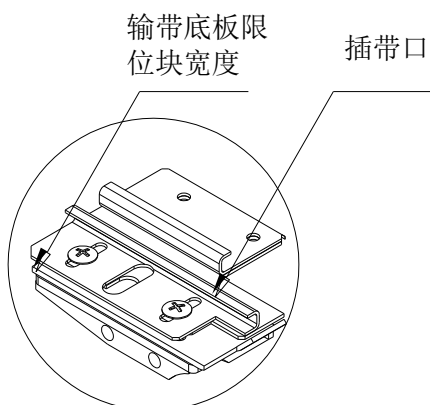
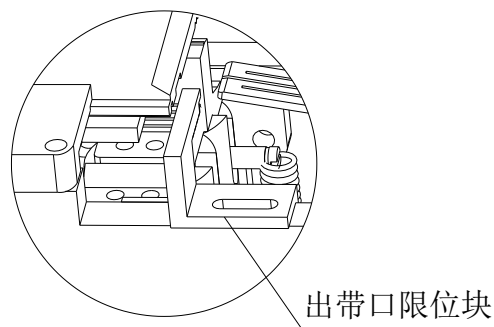

图 3-7
图 3-8
- ③. 宽度调整：本机器经特殊设计，5--15mm 打包带，不需要更换任何配件都能通用，只需调整插带口，出带口限位块如图 3-7 和输带底板限位块宽度，如图 3-8，出厂按 12mm 标准调。